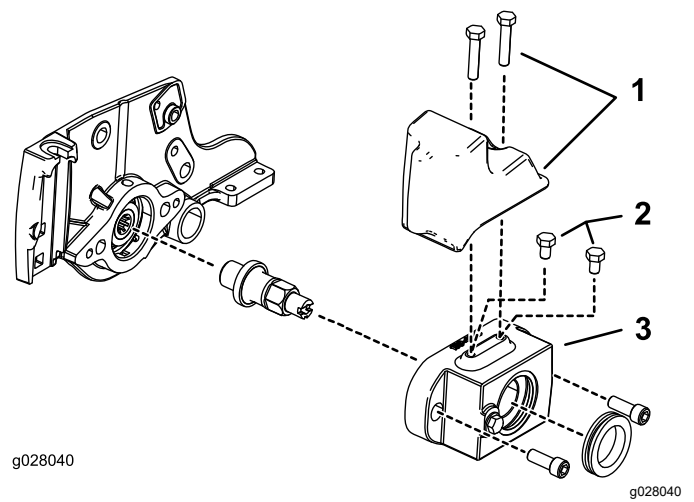

Figure 5
- **Pour un moteur de cylindre à entraînement hydraulique :** insérez 2 boulons ($\frac{5}{16}$ " x $\frac{1}{2}$ ") sur le haut du carter de la brosse, comme indiqué à la Figure 5 (moteurs de cylindres hydrauliques de 13 cm seulement).
- **Pour moteur de cylindre à entraînement électrique :** commandez et montez 1 masse (réf. 127-4259-03) et 2 boulons (réf. 322-7) comme montré à la Figure 5.